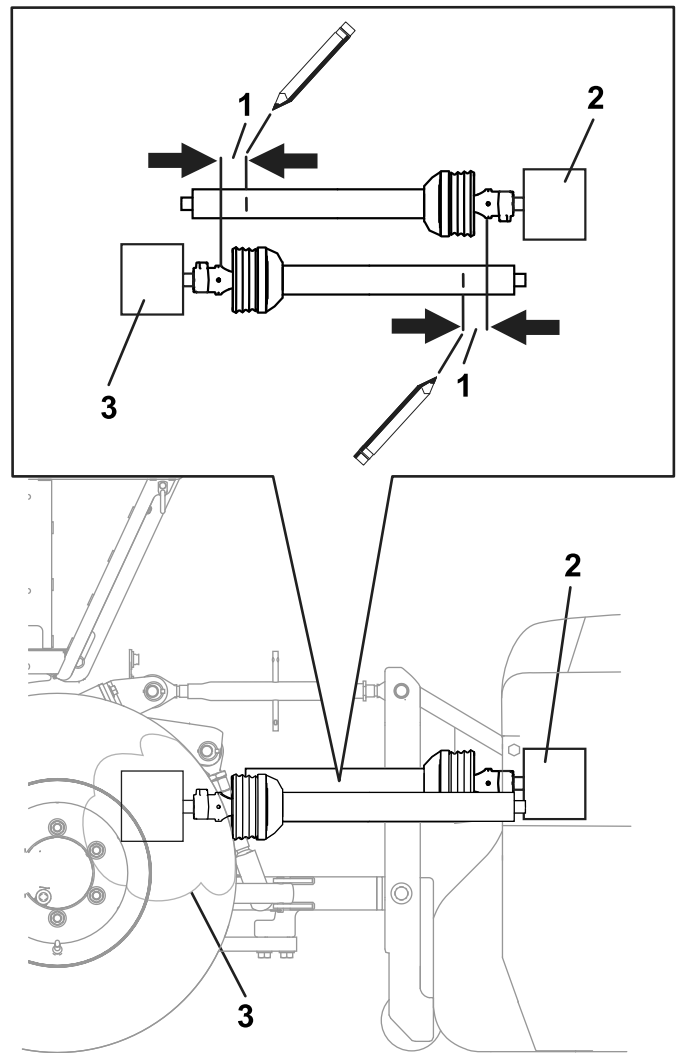

Figura 11
- Mantenga las secciones del árbol de transmisión en paralelo para determinar si están demasiado largos (Figura 11).
Nota: Cada sección del árbol de transmisión debe estar a 76 mm (3") de la junta cardán (Figura 11).
- Si las secciones del árbol de transmisión son demasiado largas, haga una marca a 76 mm (3") de la junta cardán de cada sección (Figura 11).